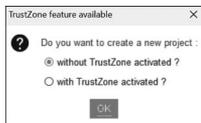

图 3.35 TrustZone 使能选择
(2) 由于本芯片支持 TrustZone 功能, 所以会弹出如图 3.35 所示页面, 选择默认的不使用 TrustZone 选项, 单击 OK 按钮。